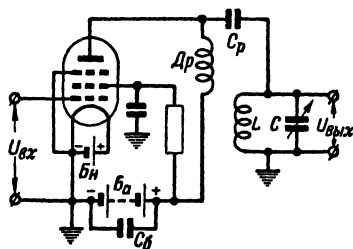

Рис. 4. Схема усилителя высокой частоты с параллельным анодным питанием.
**Параллельное анодное питание.** Применяется также схема усилителя высокой частоты с параллельным анодным питанием, показанная на рис. 4. В ней постоянная составляющая анодного тока проходит через дроссель  $Dp$ , а переменная составляющая тока высокой частоты, для которой дроссель представляет большое индуктивное сопротивление, проходит от лампы через разделительный конденсатор  $C_p$  в контур  $LC$ . Изучая путь этих токов на схеме, нужно всегда помнить, что источником постоянного анодного тока служит анодная батарея, а генератором переменного анодного тока в любом усилительном каскаде является сама лампа.